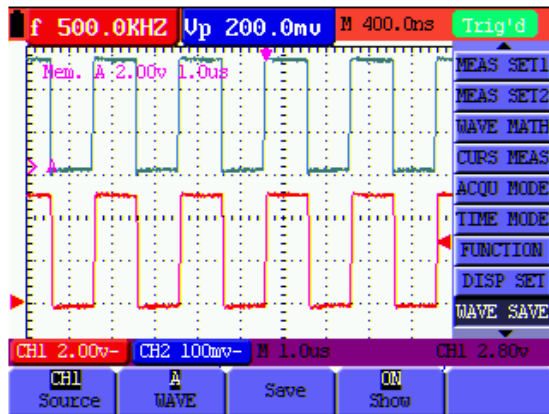

Figura 30: Salvare e Richiamare Forme d'Onda
6. Premere **F4** per selezionare Avvia per Indirizzo **A**. La forma d'onda salvata nell'Indirizzo **A** sarà visualizzata in verde. Consultare Figura 30: